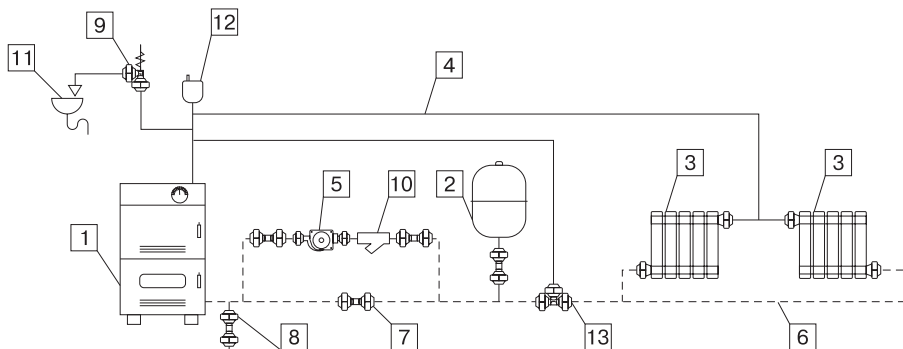
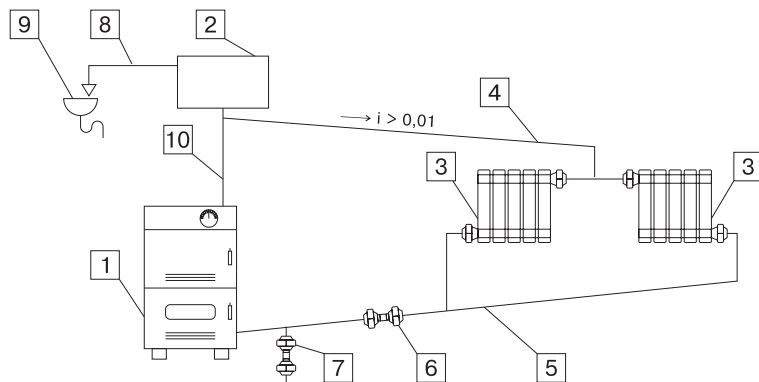

Рис. 4 Схема закрытой системы отопления
Рис. 5 Схема открытой системы отопления
- Разгонный участок (**Рис. 5, поз. 10**) должен быть вертикальным и высотой не менее 2 метров.
Монтаж котла с закрытой и открытой системой следует производить в соответствии с вариантами схем отопления показанных на **Рис. 4**, **Рис. 5**.